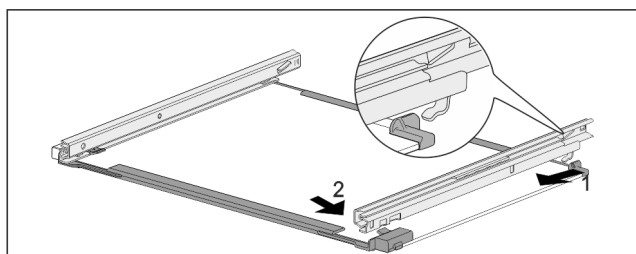

Fig. 201 Staklena ploča s vodilicama
- Zakvačite vodilicu sa stražnje strane. Fig. 201 (1)
- Uglavite vodilicu s prednje strane. Fig. 201 (2)